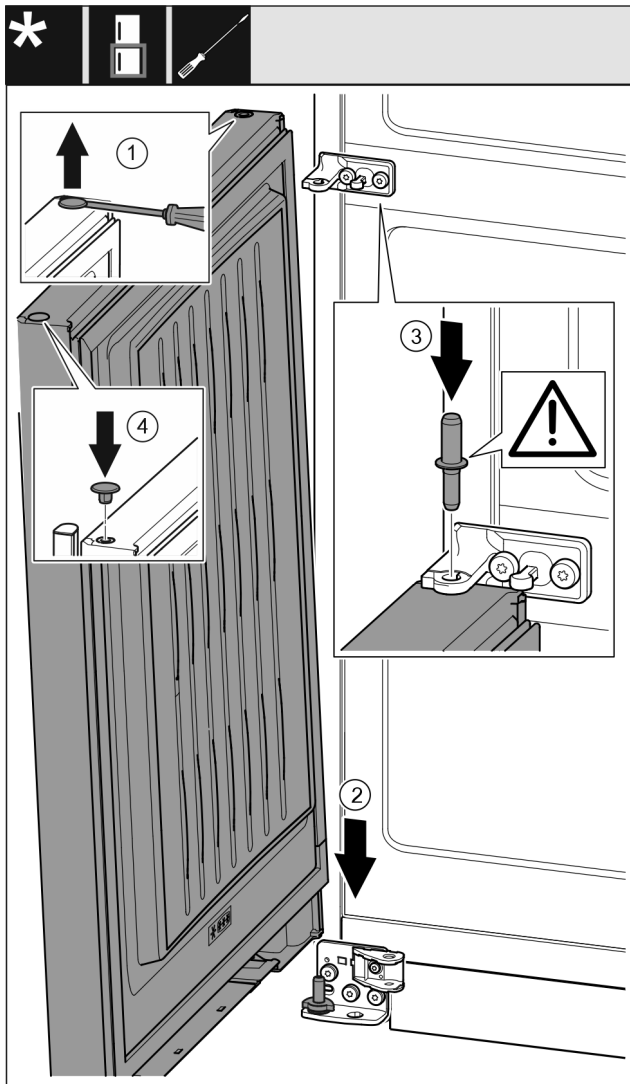

Fig. 41
- ▶ Ngrini lart me kujdes tapat me një kaçavidë me kokë petë dhe nxirrini jashtë. Fig. 41 (1)
- ▶ Futni derën nga lart mbi kunjën e kapjes nga poshtë. Fig. 41 (2)
- ▶ Futni në derën poshtë kunjën e kapjes në mes duke e kaluar përmes bazamentit mbështetës në mes. Këtu bëni kujdes që gungat e kapjes të jetë të kthyer nga poshtë. Fig. 41 (3)
- ▶ Vendosni sërish tapat në anën tjetër të derës. Fig. 41 (4)